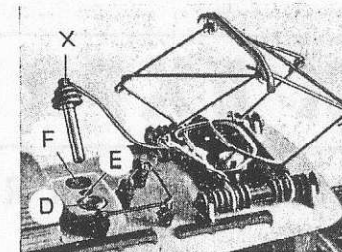
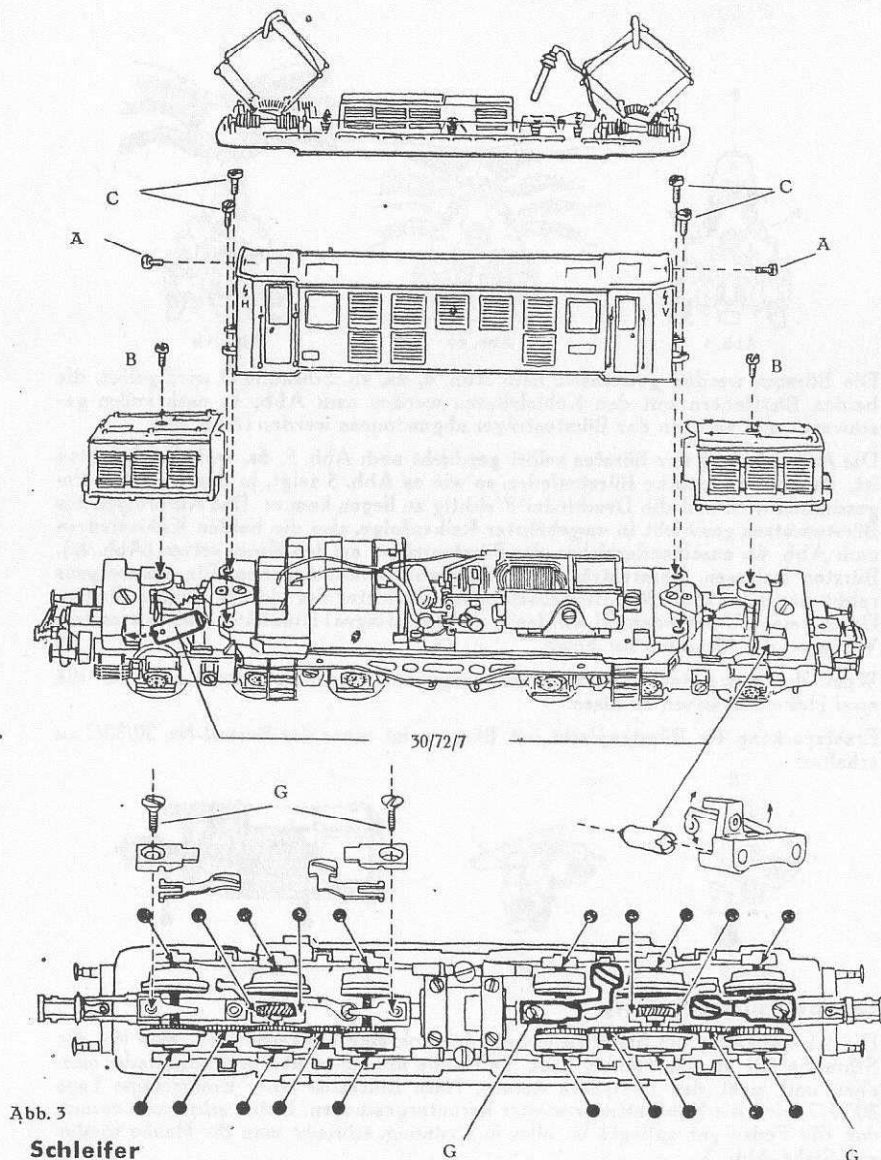

Abb. 1
Abb. 3
Dieses Modell kann durch einfaches Umstecken der auf dem Dach befindlichen Isolatorattrappe (X) s. Abb. 1 und sinngemäßes Auswechseln der Schleifer **mit** und **ohne** Oberleitung auf 2- bzw. 3-Schienengleis gefahren werden.
Zur Reinigung ist das Gehäuse abzunehmen. Dies geschieht wie folgt: Der Stecker, Isolatorattrappe (X) ist aus seiner Buchse, siehe Abb. 1, zu ziehen. Die Schrauben (A) Abb. 3 der Dachbefestigung werden gelöst und das Dach vorsichtig abgehoben. Die beiden Schrauben (B) an den Hauben lösen, Hauben abnehmen, dann die 4 Gehäuseschrauben (C) lösen, Gehäuse abnehmen (siehe Abb. 3).
Die Lok ist von der Fabrik aus geölt. Dies muß jedoch nach längerer Laufzeit wiederholt werden. Zu ölen sind hauptsächlich die Anker- und Zwischenradlager, dann die Radachsen. In Abb. 3 ist auf die zu ölegenden Stellen durch Pfeile hingedeutet. Zu verwenden ist ein säurefreies Öl, am besten unser TRIX-Öl, Bestell-Nr. 30/46.
Die zur Stromabnahme an der Lok vorgesehenen Schleifer nützen sich im Gebrauch ab. Ihre Auswechslung geschieht durch **Lösen der Halteschrauben (G)** s. Abb. 3. Beim Einsetzen muß darauf geachtet werden, daß die Wölbung der Schleifer gegen die Schienen zeigt. Auch müssen nach Anziehen der Schrauben die Schleifer leicht federn. Eine Garnitur Ersatz-Schleifer ist bei jedem TRIX-Händler unter der Bestell-Nr. 30/40/10 zu beziehen.
Die Lämpchen für die Stirnbeleuchtung der Lok sind auswechselbar. Man löst die Schraube (B) an der Haube, hebt die Haube ab, schwenkt die Kontaktfeder nach oben und zieht das Lämpchen heraus. Nach Einsetzen einer Ersatzlampe Type 30/72/7 wird die Kontaktfeder wieder heruntergeschoben. Dabei achte man darauf, daß die Feder gut anliegt! Ist alles in Ordnung, schraubt man die Haube wieder auf. Siehe Abb. 3.